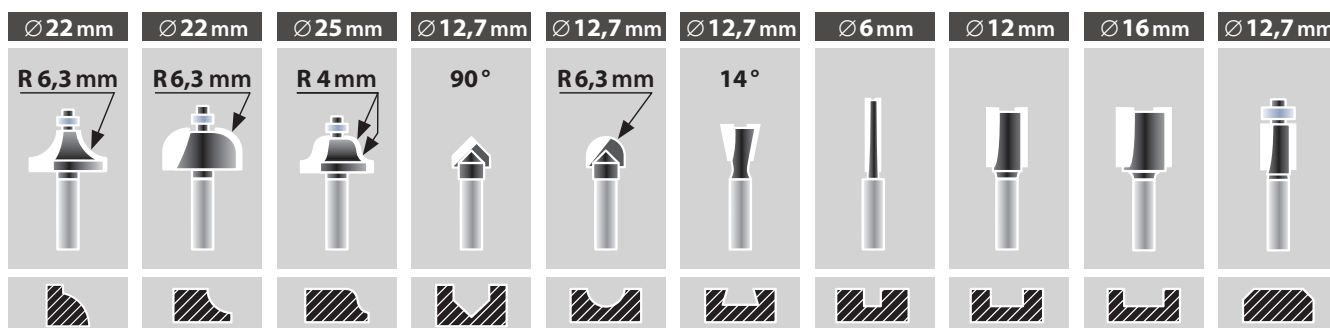

Abb.6, Fräser im Set Extol® Premium 44041
- Der Durchmesser des angewendeten Werkzeugs muss entsprechend der auszuführenden Tätigkeit gewählt werden, siehe Kapitel „Technische Angaben“. Für Ausschnitt-/Durchschneidearbeiten im stärkeren Werkstoff muss ein Fräser mit Durchmesser bis 6 mm gewählt werden, damit der Motor nicht überlastet wird. Zum Schneiden von Nuten bis zu einer bestimmten Tiefe im Material muss der Werkzeugdurchmesser max. 8 mm betragen, siehe Kapitel „Technische Angaben“. Bei den Nutenherstellung/-schneiden bestimmten Fräsern müssen die Abschnitte auch im unteren Bereich des Fräsers herausragen. Eine Übersicht befindet sich auf der Abb. 6, wo gefräste Profile dargestellt sind.